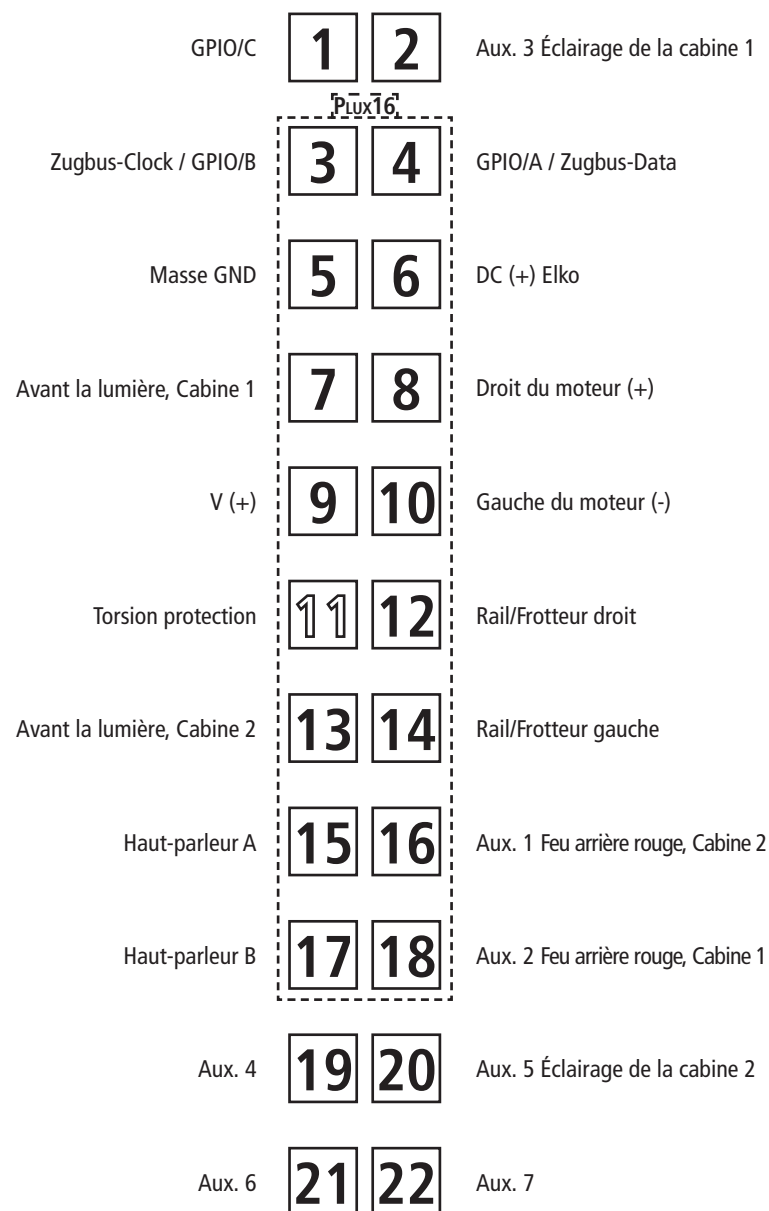

Fig. 7
**2. Schmierung:** Versehen Sie die im Schmierplan in Fig. 7 gekennzeichneten Stellen mit nur **kleinen Öltropfen**. Dazu zuerst das Lokgehäuse abnehmen (Fig. 3a). Wir empfehlen den **ROCO Öler Art.-Nr. 10906**. Fürs Schmieren der Getriebeteile (Zahnräder, Schnecke) empfehlen wir das **ROCO-Spezialfett Art.-Nr. 10905**. Im Falle der Schmierung diese Teile **nicht ölen**.
**2. Lubrication:** Apply **tiny oil drops** to spots marked in fig. 7. Prior to lubrication dismantle locomotive (fig. 3a). We recommend using item no. **10906, Roco oiler**. For lubrication the gearparts (e.g. cogwheels, worm) we should recommended our Roco **special grease** (item no. **10905**).
**2. Graissage:** N'appliquez **qu'une tout petite goutte** aux endroits indiqués par le plan de graissage (fig. 7) après avoir démonté la caisse de la locomotive (fig. 3a). Nous vous recommandons **le graisseur à huile Roco réf. 10906**. Pour graisser les engrenages (roues dentées, vis sans fin) nous vous conseillons la **graisse spéciale Roco réf. 10905** pour engrenages en matières synthétiques. Lorsque vous utilisez cette graisse il faut éviter d'huiler ces composants.